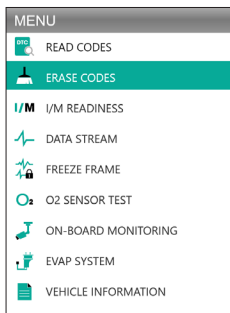

Figura 3.3.1
1. Selecione o Ícone de Códigos de Apagar (Veja Figura 3.3.1), e pressione [OK].